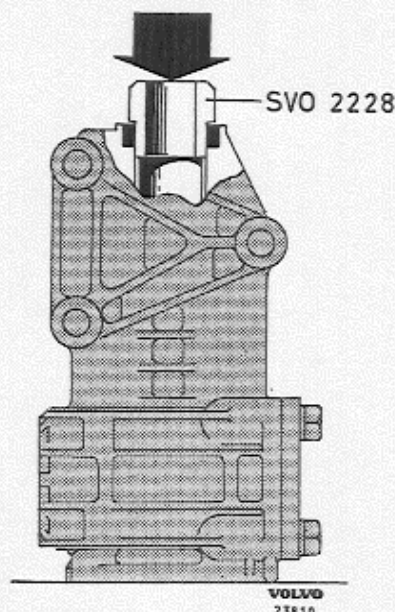
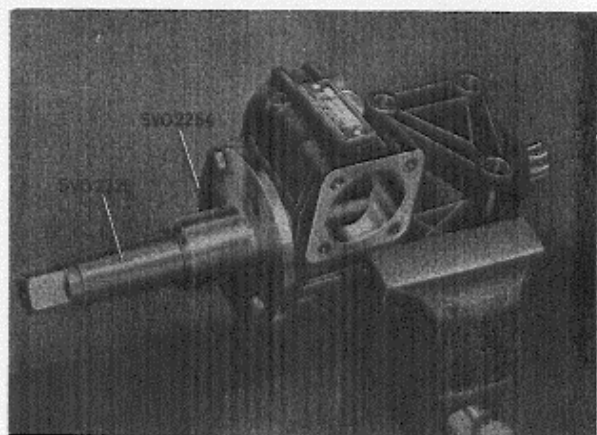

Abb. 35 Lenkrollenwellenbuchse einbauen
Abb. 36 Ausreiben der Lenkrollenwellenbuchse
1. Buchsen für die Lenkrollenwelle von der entsprechenden Seite mit Dorn SVO 2228 sowie Standardschaft SVO 1801 einbauen, siehe Abb. 35. Buchsen mit der Reibahle SVO 2225 aufreiben. Führung SVO 2254, die mit zwei Schrauben am Gehäuse befestigt wird, verwenden, siehe Abb. 36. Nach dem Aufreiben das Gehäuse sorgfältig von Metallspänen säubern.